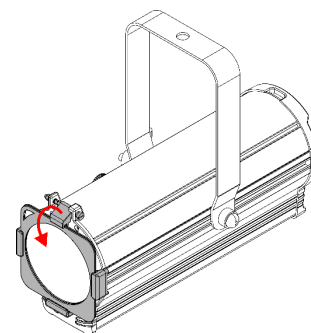

Fig. 15
- 04) Tirez le **clip pour cadre de couleur (08)** vers le bas pour libérer la **vis à ressort (09)** (voir fig. 15). Le cadre de couleur sera verrouillé en position.